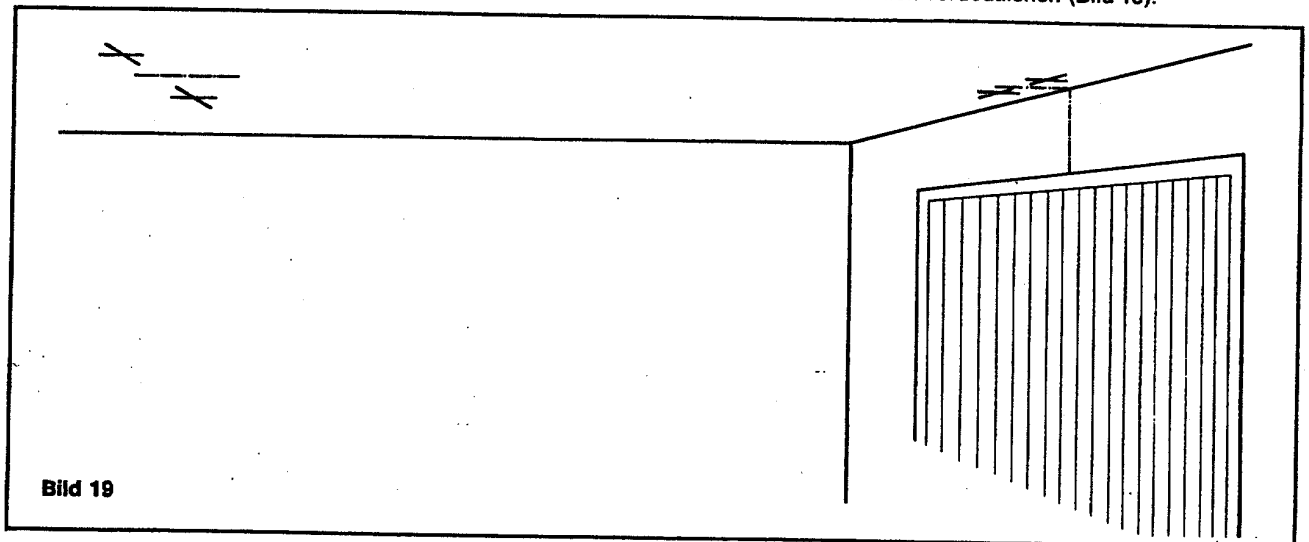

Bild 19
5.15.) Torantrieb ablegen und die Befestigungsmarkierung durch senkrechte Linien verdeutlichen (Bild 19).